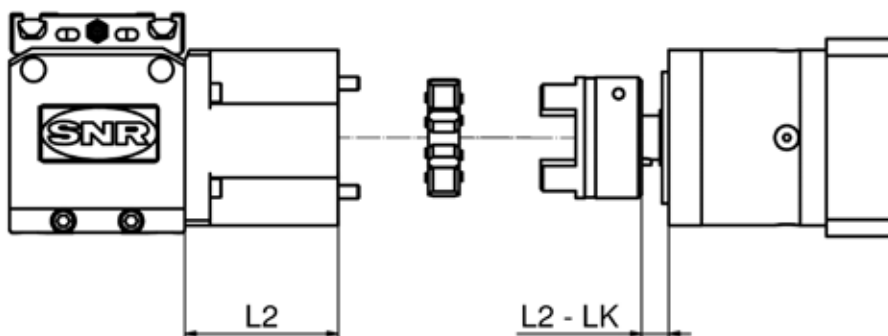

Bild 2.8 Montagemaße
3. Diese Baugruppe auf die, mit dem Antriebskopf **6** verschraubte, Kupplungshälfte mit Elastomer – Zahnkranz aufstecken und mit den Schrauben **7** befestigen. Dabei die Maße LK und L2 (Bild 2.8) aus Tabelle 6.20 in Katalog Kapitel 6.2.3.2 berücksichtigen.